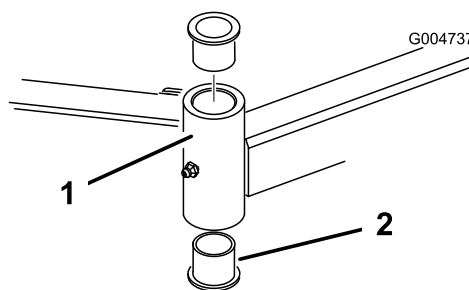

Figura 78
4. Inserte un botador fino en la parte superior o inferior del tubo de montaje y dé golpes hasta retirar el casquillo del tubo (Figura 78). Retire también el otro casquillo del tubo. Limpie el interior de los tubos para eliminar toda suciedad.